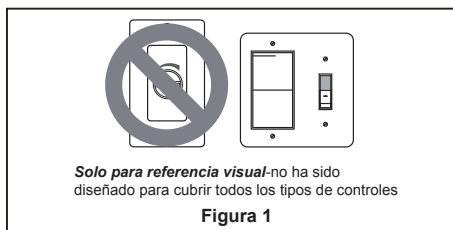

Figura 1
- 1. **IMPORTANTE:** El uso de un regulador de la intensidad completa (no incluido) para controlar la velocidad del ventilador dañará el dispositivo. Para reducir el riesgo de incendio o descarga eléctrica, no utilice dicho regulador para controlar la velocidad del ventilador. (Figura 1)